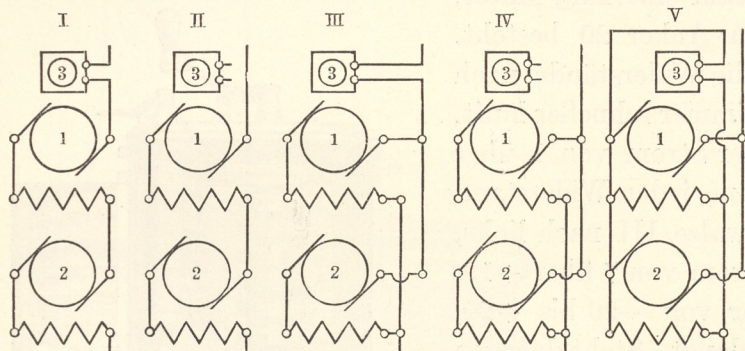

Fig. 504. Zusammenschaltung zweier Wagenmotoren.
Enthält der Wagen mehrere Motoren, so legt man sie zusammen in eine Schaltung (Fig. 504); in der Figur bezeichnet 1 den ersten Motor, 2 den zweiten Motor und 3 den Widerstand. Beim Anfahren (Stellung I der Figur) schaltet man beide Anker und beide Magnete mit dem Widerstand in Reihe. Zur Erhöhung der Geschwindigkeit werden die Widerstände allmählich abgeschaltet; ist dies ganz erfolgt (II), so hat die Geschwindigkeit die Hälfte des Wertes, den jeder Motor erreichen würde, wenn er allein an der Spannung läge. Zwecks weiterer Geschwindigkeitssteigerung schaltet man nun beide Motoren parallel und legt dabei wiederum den Widerstand vor (III). Letzterer wird dann wieder allmählich abgeschaltet, bis die Motoren allein am Netz liegen (IV), und endlich kann man für größte Tourenzahlen den Widerstand beiden Magnetwickelungen parallel schalten (V).